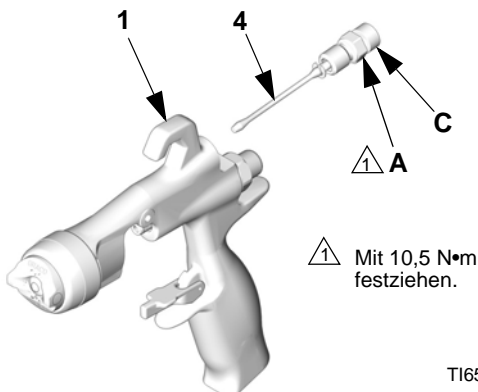

ABB. 34
2. Die Packungsmutter (A) des Gebläseventils an der Rückseite des Pistolenkörpers (1) abschrauben. Die Gebläseventilgruppe (4) aus dem Pistolenkörper schieben. Siehe ABB. 34.
3. Vor der Installation das Spritzbild-Einstellventil (C) der Austausch-Gebläseventilgruppe (4) bis zum Anschlag im Gegenuhrzeigersinn drehen, um eine Beschädigung des Sitzes (5c) zu vermeiden. Die Austausch-Gebläseventilgruppe im Pistolengehäuse (1) anbringen. Die Packungsmutter (A) in das Pistolengehäuse schrauben und mit einem Drehmoment von 90 in-lb (10,5 N•m) anziehen.